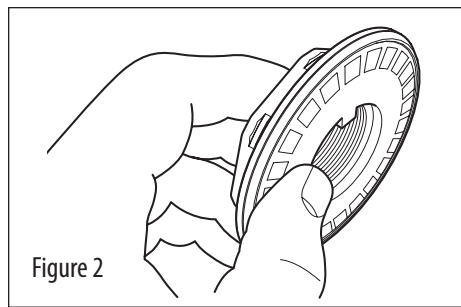

Figure 2
- Placez la rondelle plate à l'arrière de l'écrou d'axe (voir figure 2).